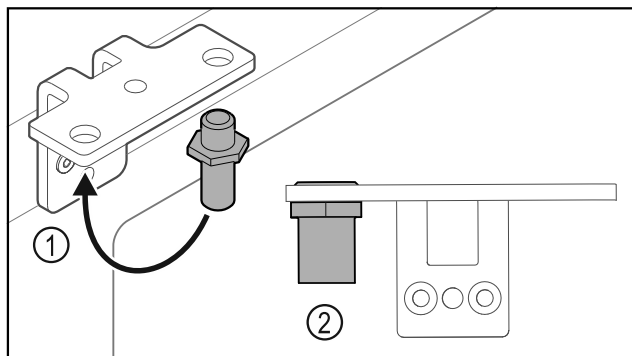

Fig. 37
- Premiestnite čap Fig. 37 (1) v uholníku závesu.
- Uťahnite čap Fig. 37 (2) **ťahovacím momentom 12 Nm**.